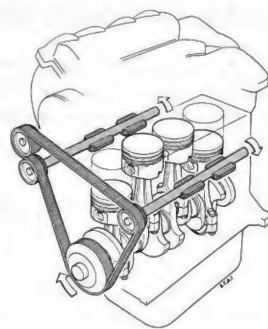
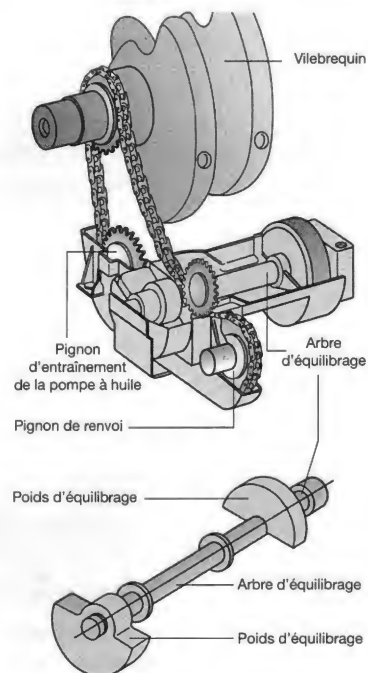

Figure 5.16. Vue du système d'entraînement des arbres d'équilibrage sur moteur PSA DKT5 ATE
Figure 5.20. Système à un seul arbre d'équilibrage (Doc. VAG)
- au double de la vitesse du vilebrequin dans le montage avec 2 arbres (fig. 5.16 à 5.18) ;
- à la vitesse du vilebrequin (montage (fig. 5.20) VAG).
Les arbres sont logés, selon le cas, soit en partie haute (fig. 5.16) ou dans un carter inférieur spécial (fig. 5.20).
2 arbres (fig. 5.16 à